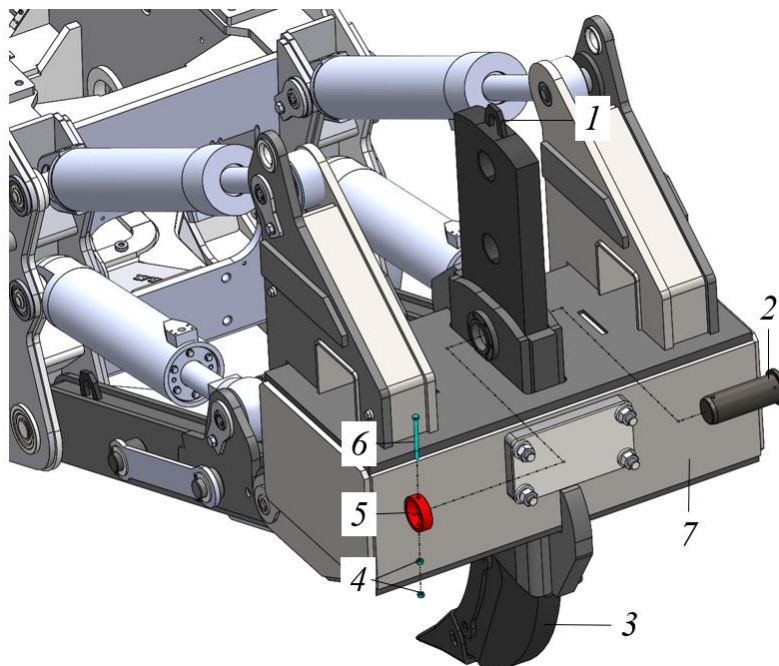

Рисунок 3.127. Процедура установки ножа
Монтаж ножа рыхлителя (рис. 3.127)
- Используя монтажную проушину 1, рис. 3.127, приподнять нож 3, разгрузив тем самым палец 2 от нагрузки, создаваемой массой ножа.
- Снять кольцо 5, предварительно демонтировав болт 6 и гайки 4, см. рис. 3.127.
- Поднимая или опуская нож (совмещая отверстия в ноже 3 с отверстием на балке 7, рис. 3.127) выставить требуемую длину ножа.
- Установить крепежный палец 2, рис. 3.127;
- На палец 2, крепящий нож установить кольцо 5, рис. 3.127. Зафиксировать кольцо 5 при помощи болта 6 и гаек 4. Вторая гайка является контргайкой.
- Отцепить грузоподъемное оборудование от монтажной проушины ножа 1, рис. 3.127.
- ▶ Задействовав гидросистему рабочего оборудования опустить нож 3 на землю, разгрузив тем самым палец 2 от нагрузки, создаваемой массой ножа, рис. 3.127.
- ▶ Установить палец 2, надеть кольцо 5, зафиксировав его от перемещения болтом 6 и гайками 4, см. рис. 3.127.